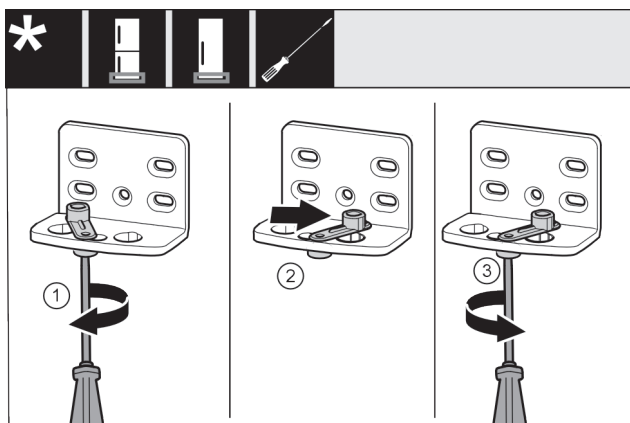

Fig. 15
- ▶ Lossa skruven *Fig. 15 (1)* med skruvmejseln.
- ▶ Lyft dörrstängningshjälpen *Fig. 15 (2)* och vrid den 90° åt höger i hålet.
- ▶ Skruva fast skruven *Fig. 15 (3)* med skruvmejsel.